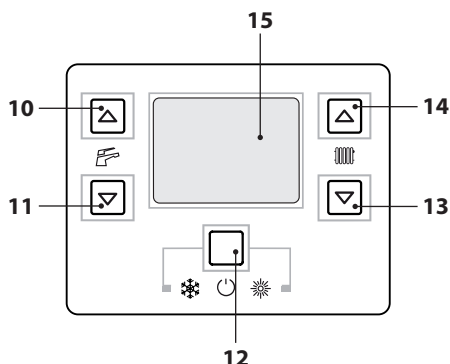

Figura 6.5
- Tenere premuto per 2 secondi il tasto 12 fino a far apparire sul display entrambe i simboli  e . Figura 6.5.
- Spegner la caldaia tenendo premuto per 2 secondi il tasto 12 (Figura 6.5) fino a far apparire sul display LCD il simbolo  (i trattini vengono accesi in sequenza per simulare uno scorrimento) (Figura 6.4).